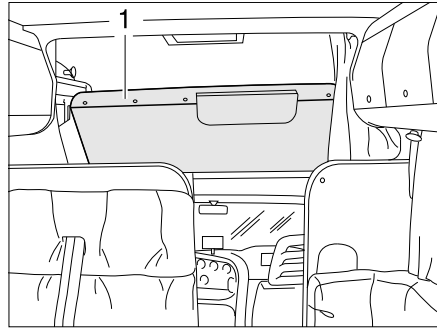

Bild 88 Alkovenbett, nach oben geklappt
- Alkovenbett (Bild 88,1) vorn nach oben klappen. Das Alkovenbett wird von Gasdruck-Federn in der oberen Stellung gehalten.